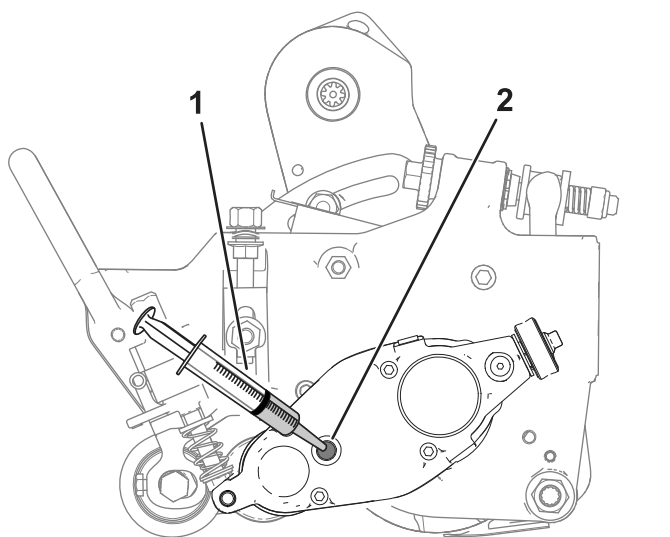

**Figura 23**
5. Inclinate l'apparato di taglio (come illustrato nella Figura 23) fino a quando il foro di spurgo non si trova nella parte inferiore, per garantire uno spurgo completo.